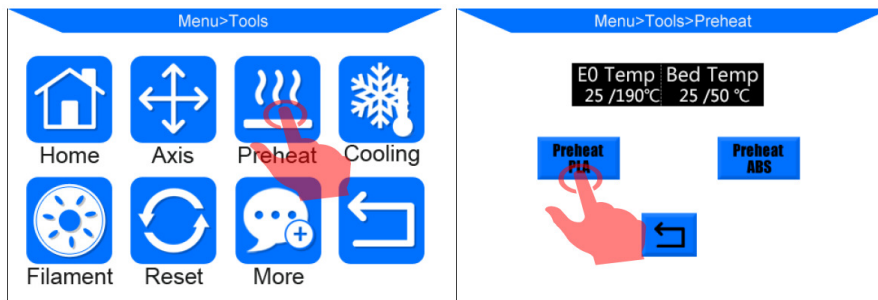

Abbildung 26
1. Klicken Sie auf "Tools" → "Preheat" → "PLA vorheizen (zum Beispiel)", **Abb. 26**.